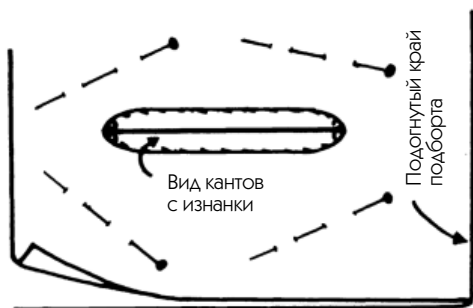

Рис. 125
15. Накройте петлю подбортом, как предусмотрено, и закрепите его несколькими булавками (рис. 125) или наметайте (еще раз взгляните на рис. 111).
чек. При помощи иголки сформируйте щель, придавая углам закругленную форму (рис. 125).